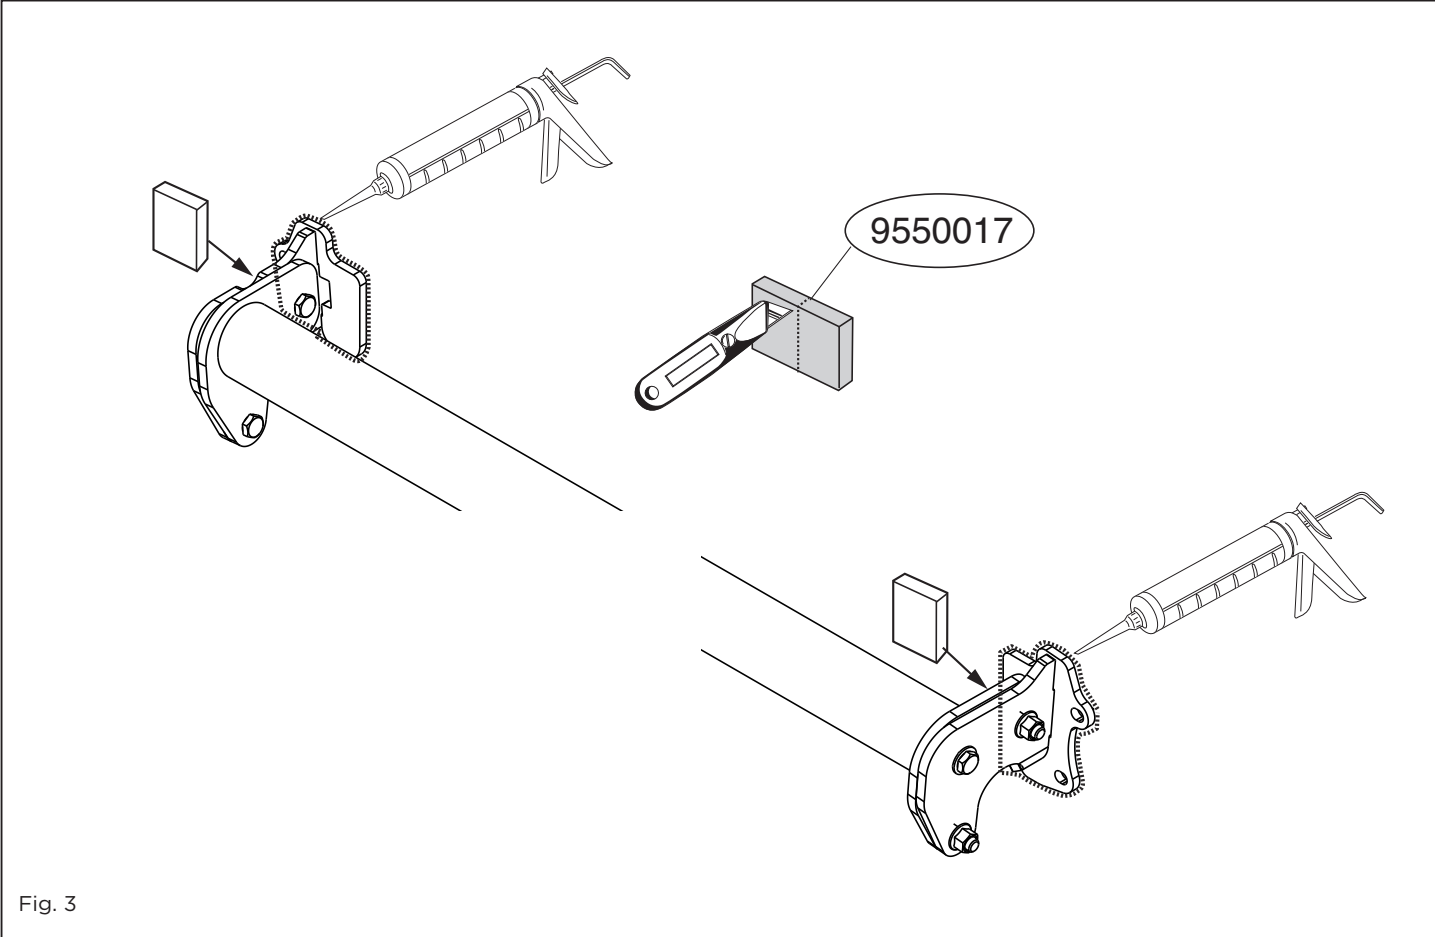

Fig. 3
11. Die ein PE-Schaumblock als Dichtung in den Fahrgestellträger einsetzen. Siehe Abbildung 3.